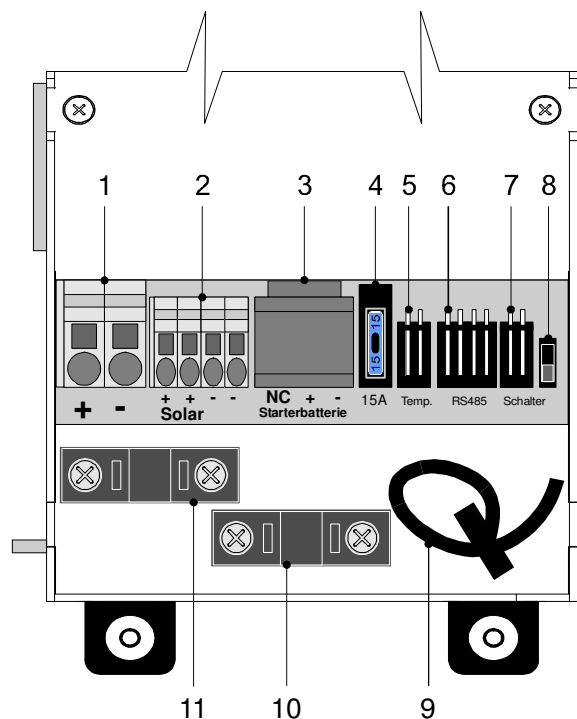

Figure 3 : Schéma de raccordement Module B
Raccordez la batterie d'alimentation aux bornes cage à ressort de tension du module B (fig. 3 pos. 1 et fig. 7). Pour une longueur maximale de câble de 3m, section de 6 mm² ; 10 mm² pour plus de 3 m de longueur. Veillez à raccorder les pôles correctement. Le câble positif de courant de charge doit être protégé à proximité du pôle positif de la batterie d'alimentation avec un fusible 40 A.
Si vous souhaitez exploiter le Module B avec un capteur de température pour la batterie d'alimentation, raccordez le connecteur du capteur de température à la prise à deux pôles (fig. 3 pos. 5). Si le Module B est exploité avec un capteur de température pour la batterie d'alimentation, le chargeur adapte automatiquement la tension de chargement en fonction de la température de la batterie. Cela permet d'obtenir un chargement de la batterie particulièrement efficace et ménageant. Sans emploi d'un capteur de température, le Module B règle le processus de chargement comme avec une température de batterie de 20 °C.
Raccordez le connecteur à 4 pôles du câble de transmission de données RS 485 à la prise du Module B (fig. 3 pos. 6) et à la prise du Module C1 (reportez-vous également au mode d'emploi du Module C1). Un commutateur principal est intégré au Module C1. Si un commutateur principal était déjà raccordé, il perd toute fonction de par le raccordement du Module C1.
En cas d'utilisation du Module B sans l'extension du Module C1, le connecteur pour commutateur principal séparé est enfiché dans la prise à deux pôles du Module B (fig. 3 pos. 7).
Placez le commutateur de type de batterie (fig. 3 pos. 8) en position « Gel » (position arrière) si la batterie d'alimentation est une batterie à électrolyte gélifié. Placez le commutateur de type de batterie en position « Liquide » (position avant) si la batterie d'alimentation est une batterie à électrolyte liquide.
Fixez les câbles de la batterie d'alimentation, des panneaux solaires et de la batterie de démarrage aux deux bornes décharges de traction (fig. 3 pos. 10 et 11), et fixez les câbles pour le capteur de température, le Module C1 ou le commutateur principal au moyen du collier pour câbles (fig. 3 pos. 9).